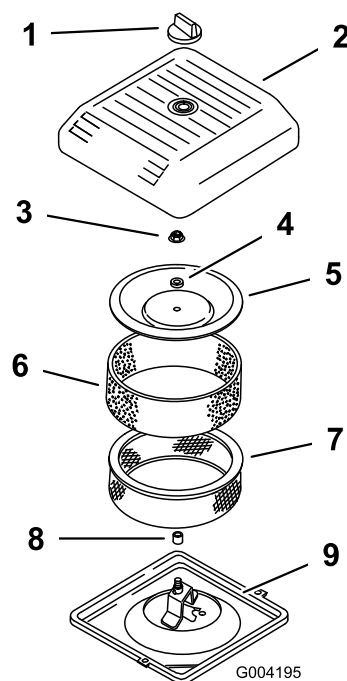

图 40
3. 拧下旋钮并取下空气滤清器盖（图 40）。
4. 小心将泡沫预滤器滑出纸质滤芯（图 40）。
5. 拧下护罩螺母，并取下护罩、隔片和纸质过滤器（图 40）。
- 将空气滤清器总成放到空气滤清器基座上（图 40）。
- 安装护罩、隔片、并使用护罩螺母固定（图 40）。上紧螺母扭矩至 11N·m。
- 安装空气滤清器盖、使用旋钮固定（图 40）。